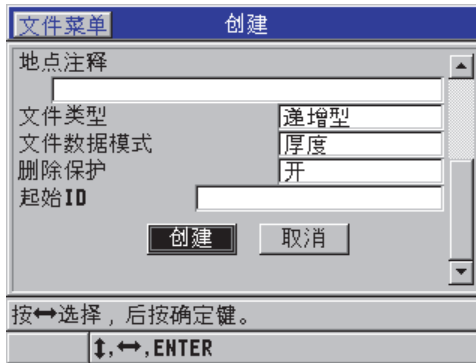

图 6-18 递增型数据文件类型的创建屏幕
2. 在**创建**屏幕中（参见第 91 页的图 6-18）：